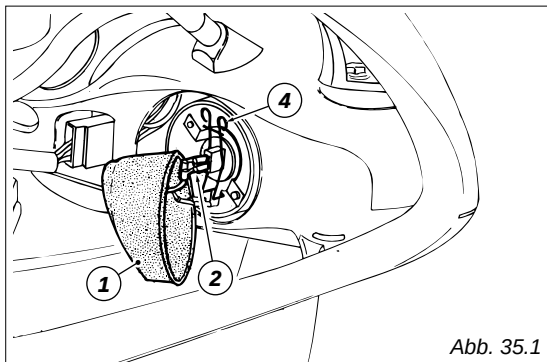

Abb. 35.1
Abblendlicht (Abb. 35.1): die Gummihaube (1) des Scheinwerferkörpers abnehmen, dann den Flachstecker (2) durch Niederdrücken des unteren Schnellauslöseknopfs von der Leuchte abziehen.
Die Halteklemme (4) der Leuchte aushaken und letztere von der Halterung nehmen (Abb. 35.1 und 35.2).